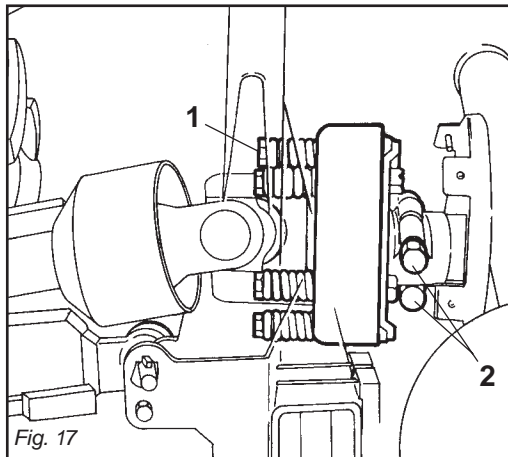

Fig. 17
Se slitta troppo facilmente (surriscaldandosi) è necessario avvitare uniformemente tutti i dadi (1 Fig. 17) che stringono le molle. Qualora l'albero cardanico fornito abbia il mozzo con bloccaggio a bulloni (2 Fig. 17), assicurarsi che questi siano serrati con forza.
Se la frizione non slitta, svitare uniformemente tutti i dadi (1 Fig. 17) che fissano le molle.
*If it slips too easily (and overheats), it will be necessary to evenly tighten all the nuts (1 Fig. 17) that retain the springs. If the supplied cardan shaft has a bolt-locked hub (2 Fig. 17), check that these bolts are fully tightened.*
*If the clutch does not slip, evenly unscrew all the spring fixing nuts (1 Fig. 17).*
*Lorsqu'il patine facilement (en se surchauffant) il faut visser de manière uniforme tous les écrous (1 Fig. 17) de serrage des ressorts. Si le moyeu de l'arbre à cardans dispose d'un blocage par boulons (2 Fig. 17), assurez-vous que ces derniers sont bien serrés.*
*Si l'embrayage ne patine pas, dévissez de manière uniforme tous les écrous (1 Fig. 17) de fixation des ressorts.*
Wenn die Kupplung zu schnell schlupft (Überhitzung), muß man alle Muttern (1 Abb. 17), die die Federn spannen, noch weiter anziehen. Sollte die mit dem Gerät gelieferte Gelenkwelle eine mit Schraubbolzen blockierte Nabe (2 Abb. 17) haben, sicherstellen, daß diese angezogen sind.
Wenn die Kupplung nicht schlupft, alle Muttern (1 Abb. 17), die die Federn spannen, gleichmäßig lockern. Alle Muttern um eine Umdrehung losschrauben und die Kupplung nach 300 Metern Fahrstrecke prüfen.
Si patina muy fácilmente (recalentándose) es necesario ajustar uniformemente todas las tuercas (1 Fig. 17) que apretan en el resorte.
Si el árbol cardánico tiene el cubo con bloqueo de bulones (2 Fig. 17), controlar que estos últimos estén bien ajustados.
Si el embrague no patina, aflojar uniformemente todas las tuercas (1 Fig. 17) que fijan el resorte.